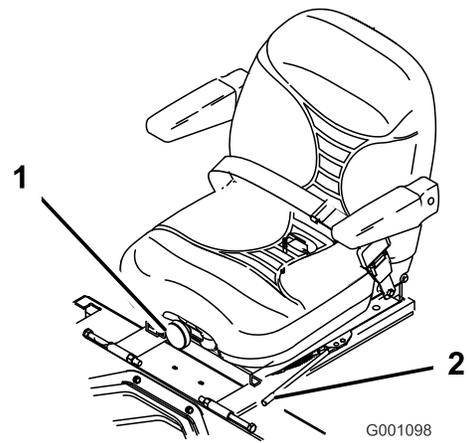

Figura 21
1. Mueva la palanca lateralmente para desbloquear el asiento (Figura 21).
Para ajustarlo, gire el pomo situado en la parte delantera en cualquier sentido hasta encontrar la posición más cómoda (Figura 21).